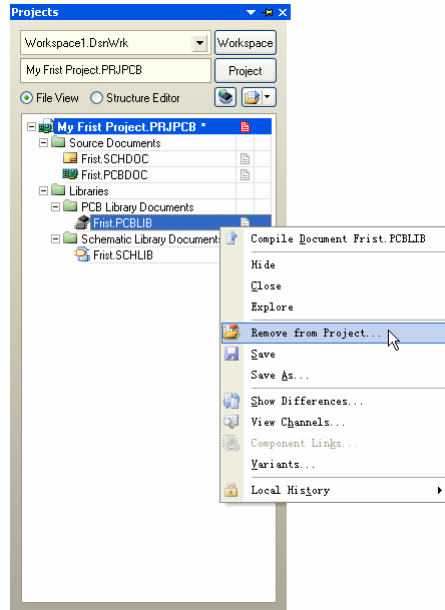

图1-7 移出设计文件
1. 将鼠标光标移到“First.PCBLIB”上，然后单击鼠标右键，即可弹出如图 1-7 所示的命令菜单。执行菜单命令【Remove from Project】，即可将“First.PCBLIB”从当前设计工程中移出。